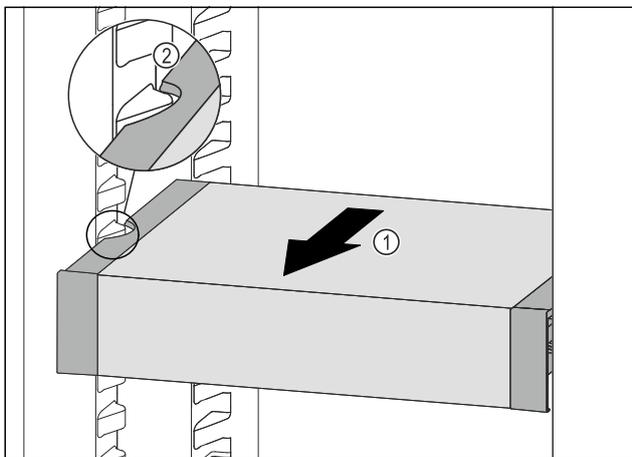

Fig. 97
- Tirare VarioSafe in avanti Fig. 97 (1) fino a quando le cavità laterali di VarioSafe non si trovano al livello della nervatura del contenitore nel vano frigorifero. Fig. 97 (2)